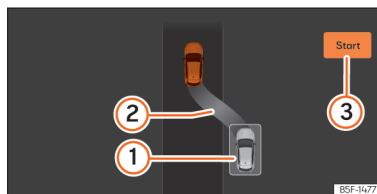

Fig. 158 En la pantalla del cuadro de instrumentos: desaparcar de un hueco en línea.
- Retroceda hasta que suene la señal continua del ParkPilot; **O BIEN:** dé marcha atrás hasta que en la pantalla del cuadro de instrumentos aparezca la indicación de dar marcha adelante. La barra de progreso >>> **fig. 158** ③ indica la distancia que hay que recorrer.